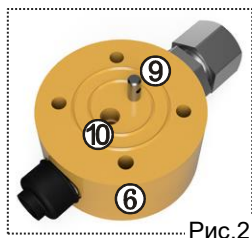

Рис.2
Засорение заборного штуцера (10) , рис.2	Вынуть из основания с помощью карцанг, прочистить отверстия, установить обратно. Или обратиться в сервисный центр